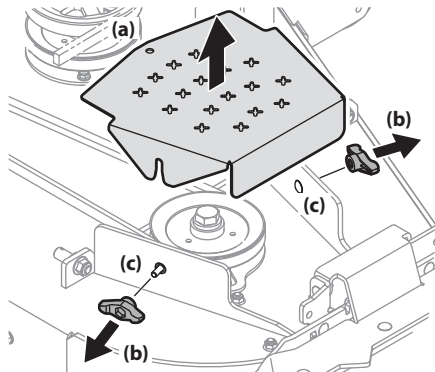

Figure 4-17
- Pour retirer les couvercles de courroies (a), retirez les écrous papillons (b) des boulons de carrosserie (c) qui fixent les couvercles sur le plateau de coupe. Voir Figure 4-17.
- L'écrou devrait maintenir les boulons (c) en place. Sinon, installez la quincaillerie comme illustré sur la Figure 4-17.